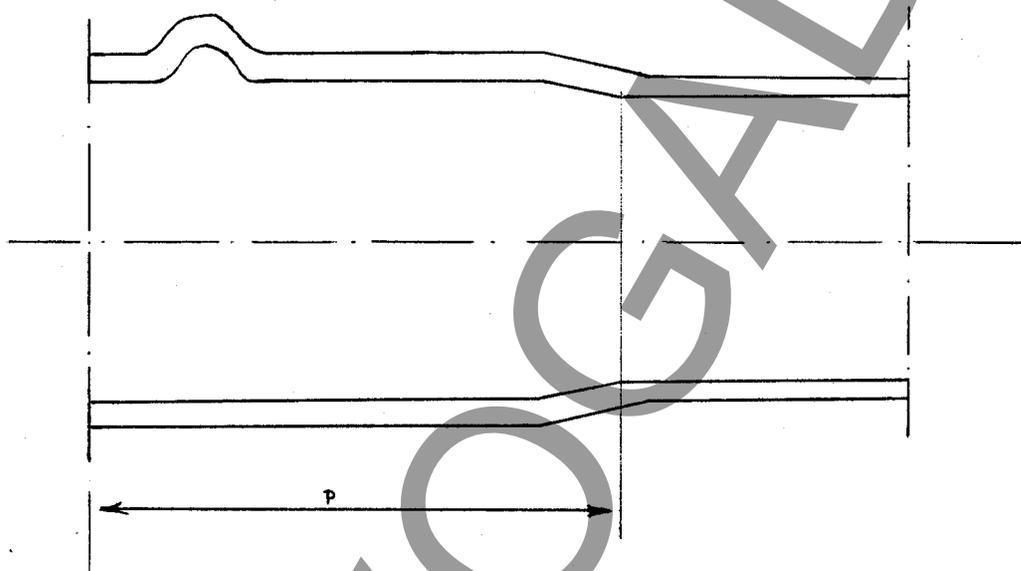

FIGURA 1 - Profundidade da bolsa
5.2.1 Efetuar a medida de tres profundidades da bolsa, certificando-se que o cursor esteja na direção da geratriz do tubo ou da bolsa (vide Figura 1).